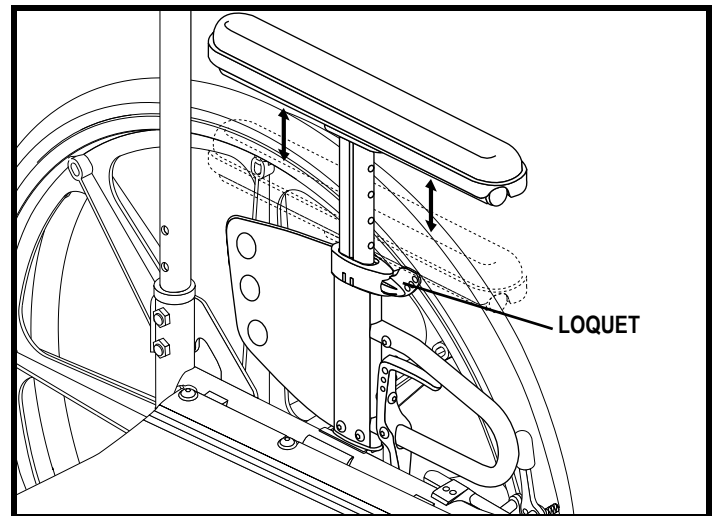

Figure 29. Réglage en hauteur des accoudoirs relevables
1. Tournez le loquet situé sur l'accoudoir. Voir la figure 29.